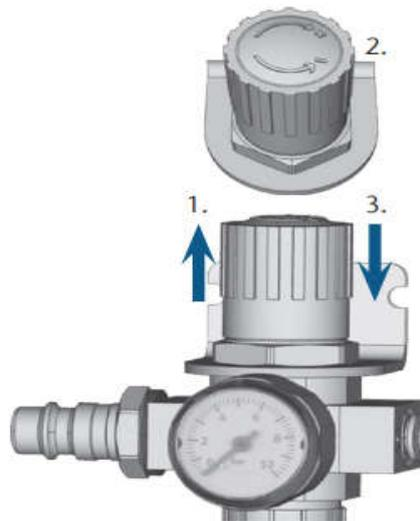

图 10 服务单元压力调整
(2) 将旋钮向所需要调整的方向旋转（如图 10 所示），直至压力介于 6bar 和 8bar 之间（建议：7bar）
(4) 将旋钮按下，旋钮已锁定，不能无意中更改。